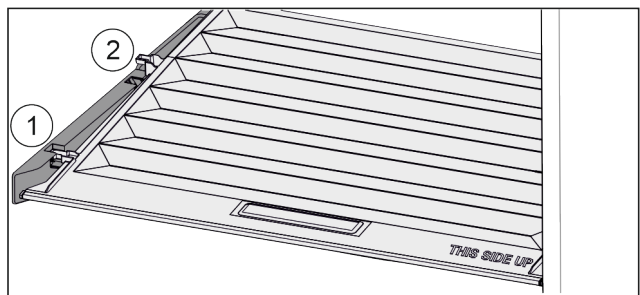

Fig. 137
- ▶ Deksel tot de opening in de vasthoud delen naar voren trekken Fig. 137 (1).
- ▶ Aan de achterkant vanaf de onderkant omhoog tillen en vanaf de bovenkant verwijderen Fig. 137 (2).